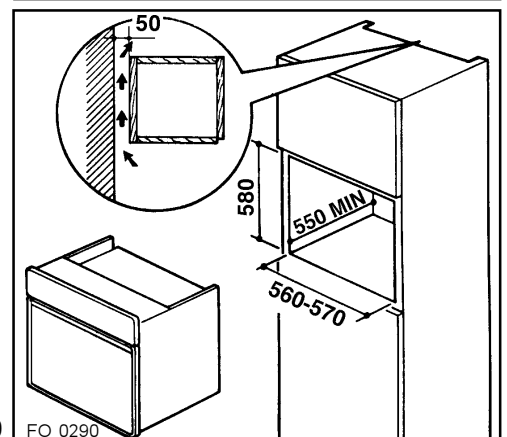

Fig. 9
- Encastrement dans un meuble colonne (Fig. 9)